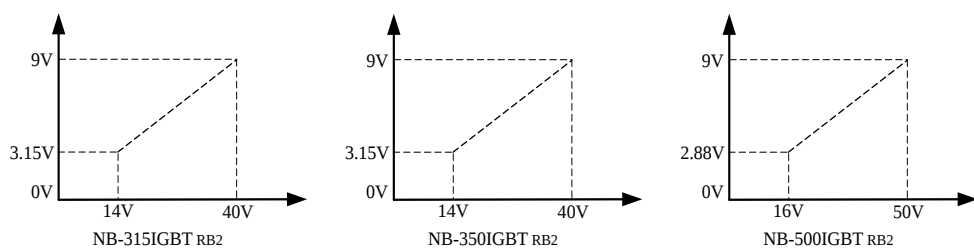

图 12
(6) 机器人给定电压输出模拟量与焊机电源电压对应关系如图 12 所示。